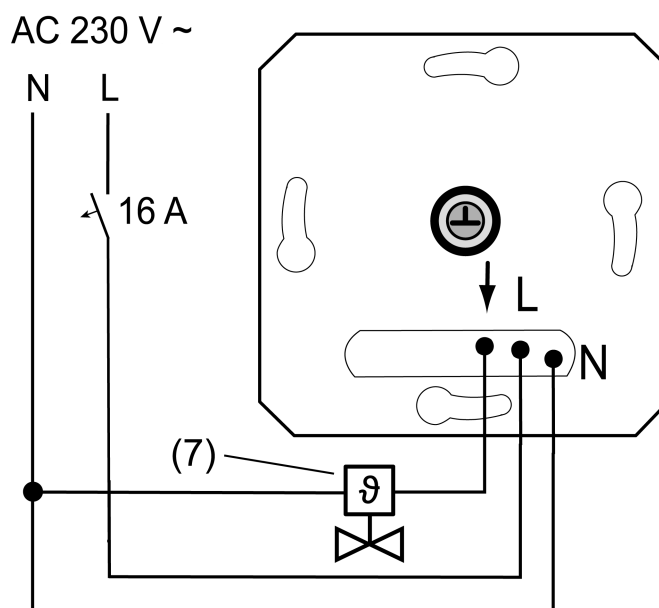
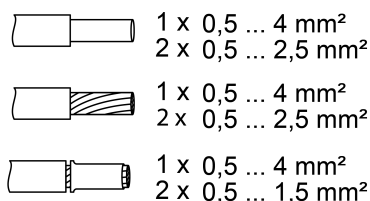

Figure 2: Exemple de raccordement du mécanisme
Figure 3: Section de conducteur serrable
- Raccorder le servomoteur électrothermique (7) au mécanisme (1) conformément au schéma de raccordement (Figure 2). Respecter la section de conducteur (Figure 3).
- Monter le cadre de recouvrement (2), la plaque centrale (3) et le bouton de commande (4).